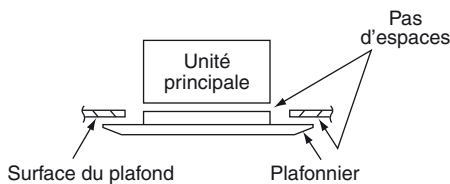

Fig. 7-9
- (4) Vérifier que le panneau est bien fixé au plafond.
- A ce moment, s'assurer qu'il n'y a pas d'espace entre l'unité et le plafonnier, ou entre le plafonnier et la surface de plafond. (Fig. 7-9)